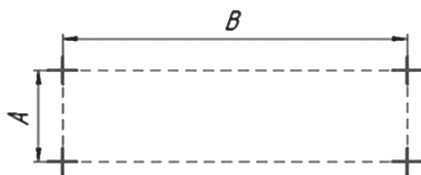

Рисунок 3. Разметка на потолке
- установить сальник проходной (для AR-11/14/20/28 - PG 9; для AR-40 - PG 19; уплотнительная резиновая шайба должна быть установлена с внутренней части распределительной коробки), прижать гайкой (с внутренней части распределительной коробки) согласно рис. 3
Нанести разметку на потолке согласно рис. 3
Изделие устанавливается на потолке согласно рис. 3 при помощи четырех подвесных элементов (цепочек). Подвесные элементы (цепочки) приобретаются отдельно в магазине хоз. товаров. Минимальная длина подвесного элемента 200 мм. Один подвесной элемент должны выдерживать нагрузку не менее 20 кг.